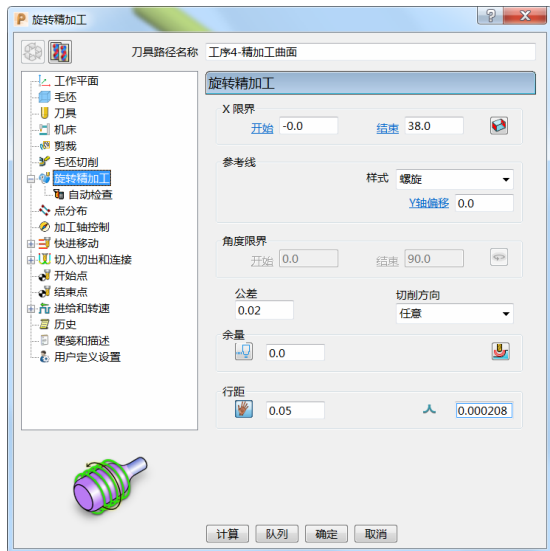

图 6-26
- 4) 旋转精加工：设定 X 限界开始为“-0.0”，结束为“38.0”，参考线样式设定为“螺旋”，Y 轴偏移“0.0”，公差“0.02”，切削方向“任意”，余量“0.0”，行距“0.05”。（图 6-26）